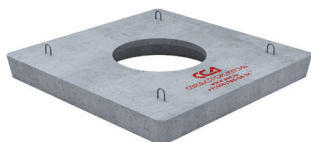

Рисунок 21 – Плита ПУРВ, вид сверху
10.2. При установке колодца на проезжей части улиц над ним устанавливается «Плита универсальная разгрузочная верхняя» (ПУРВ) (рисунок 21).